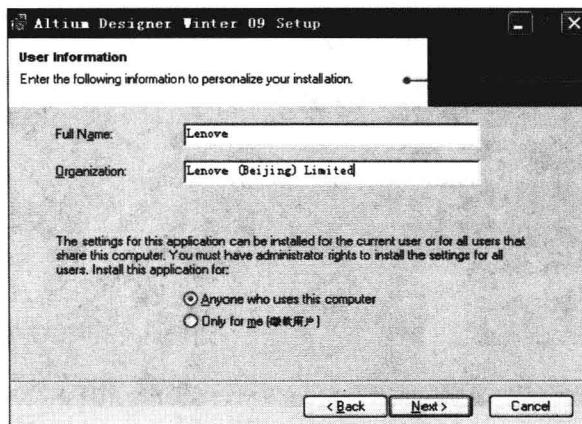

图 1-4 User Information 窗口
(4) 选择 License Agreement 窗口中的 I accept the license agreement 单选项, 同意该协议, 单击 Next 按钮, 显示如图 1-4 所示的 User Information 窗口。